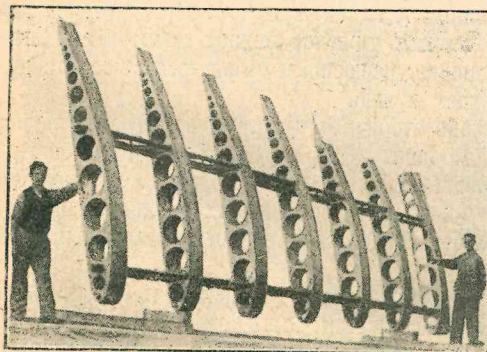

Рис. 11. Двухлонжеронное металлическое крыло Дорнье обладающее 20-ти кратной прочностью.
- 2) Другой род металлических крыльев укрепляется посредством двух толстых стальных лонжеронов (Рис. 11). На эти